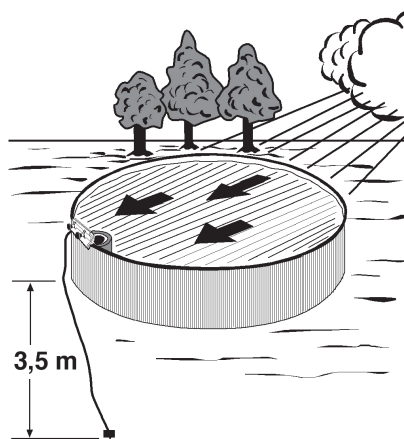

Fig. 3
- Posizionare il gruppo filtrante a immersione verso il punto dove soffiano i venti dominanti, perché questi favoriscono il trasporto della sporcizia che rimane sulla superficie della piscina verso il filtro. **Il trasformatore deve essere installato a minimo 3,5 m dal bordo della piscina. Vedi disegno (Fig. 3).**